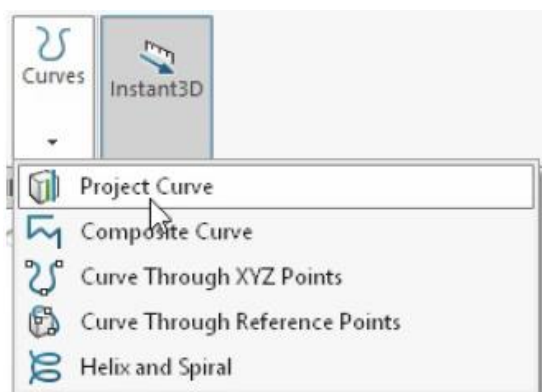
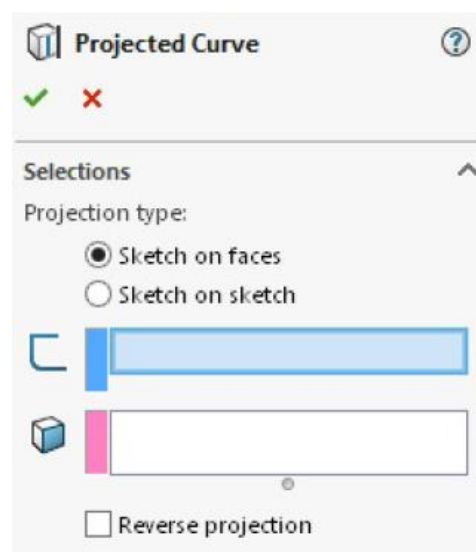

Рисунок 6.20 – Меню кривих
Рисунок 6.21 – Менеджер властивостей проекції кривої
5. Оберіть інструмент **Project Curve** у меню **Curves** (Криві), яке знаходиться у випадаючому меню панелі **Features CommandManager** (рис. 6.20); відкриється вікно **Projected Curve PropertyManager** (рис. 6.21).
У SOLIDWORKS можна створювати різні типи кривих. Ці криві зазвичай використовуються для створення складних форм за допомогою інструментів **Swept Boss/Base** (Протяжка тіла) та **Lofted Boss/Base** (Тіло по перетинам). Усі інструменти для створення кривих згруповані у меню **Curves** (рис. 6.20)